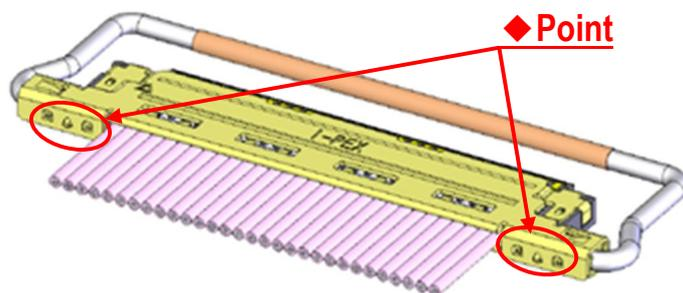

Fig.10 Soldering of Shell-A and Shell-B
④shell-A と shell-B を半田コテにて全箇所半田付けすることを推奨する。(Fig.10◆部)